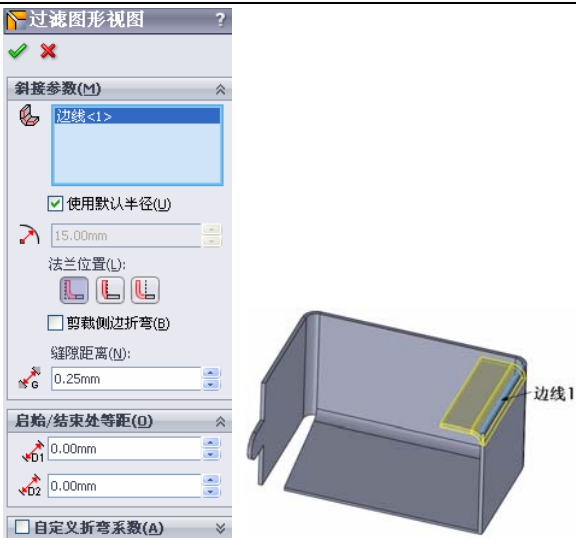

图 9-71 添加斜接法兰特征
② 选择菜单栏中的“插入”→“钣金”→“斜接法兰”命令，或者单击“钣金”工具栏中的“斜接法兰”图标。弹出“过滤图形视图”特征管理器，如图 9-71 所示。系统随即会选定斜接法兰特征的第一条边线，且图形区域中出现斜接法兰的预览。